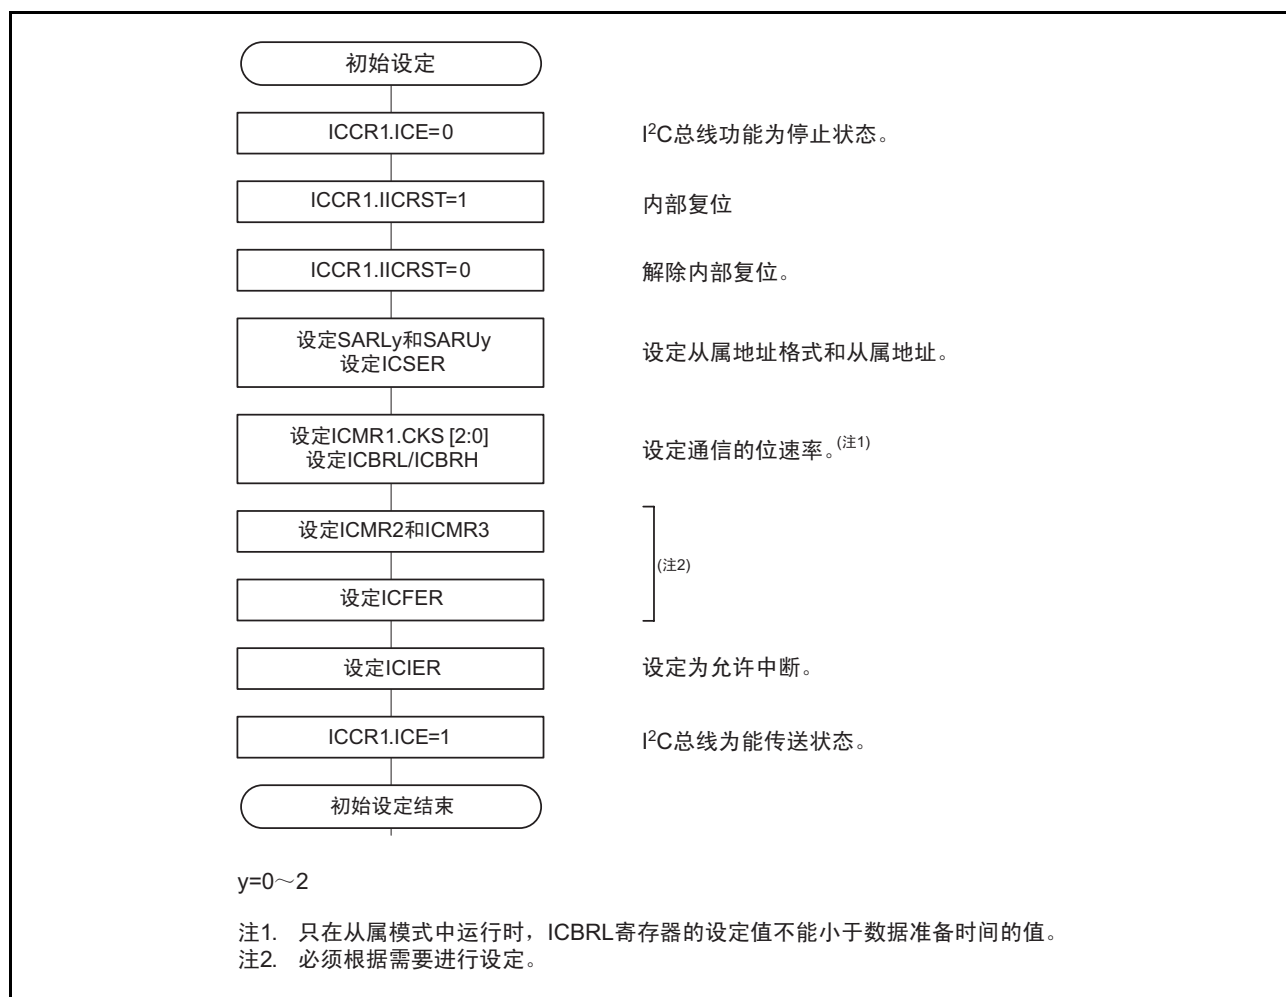

图 22.5 RIIC 的初始化流程图例子
在开始发送或者接收数据时，必须按照图 22.5 所示的步骤对 RIIC 进行初始化。
1. 在将 ICCR1.ICE 位置 “0”（功能停止状态）的状态下，通过将 ICCR1.IICRST 位置 “1”（内部复位）后又置 “0”（解除复位），对 ICSR1 寄存器的各标志和内部状态进行初始化。然后，设定 SARLy、SARUy、ICSER、ICMR1、ICBRH、ICBRL 寄存器（y=0~2）并且必须根据需要设定其他寄存器（有关 RIIC 的初始设定请参照图 22.5）。一旦设定完所需的寄存器，就必须将 ICE 位置 “1”（能传送状态）。在 RIIC 已初始化的情况下，不需要此步骤。
1. 在将**ICCR1.ICE**位置“0”（功能停止状态）的状态下，通过将**ICCR1.IICRST**位置“1”（内部复位）后又置“0”（解除复位），对**ICSR1**寄存器的各标志和内部状态进行初始化。然后，设定**SARLy**、**SARUy**、**ICSER**、**ICMR1**、**ICBRH**、**ICBRL**寄存器（ $y=0\sim 2$ ）并且必须根据需要设定其他的寄存器（有关**RIIC**的初始设定请参照图22.5）。必须在设定完所需的寄存器后将**ICE**位置“1”（能传送状态）。在**RIIC**已初始化的情况下，不需要此步骤。
1. 必须按照图 22.5 所示的步骤对 RIIC 进行初始设定。在 RIIC 已初始化的情况下，不需要此步骤。从初始设定结束后到从属地址匹配前，RIIC 处于待机状态。
1. 必须按照图 22.5 所示的步骤对 RIIC 进行初始设定。在 RIIC 已初始化的情况下，不需要此步骤。在初始设定结束后到从属地址匹配前，RIIC 处于待机状态。